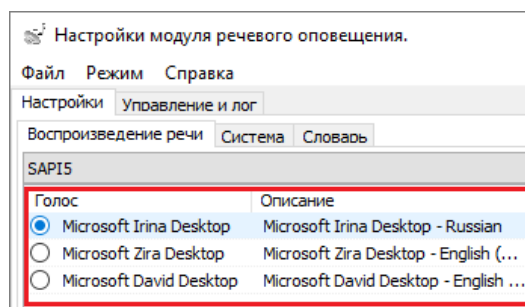

Рисунок 8-175 Выбор голоса для речевого оповещения
- голос для оповещения (см. Рисунок 8-175);